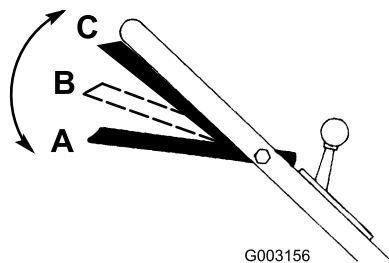

Figura 14
1. La barra de control de la cuchilla debe estar en la posición A (Figura 14).
2. Deslice la barra de control de la cuchilla a la derecha y elévela a la posición B para engranar la cuchilla (Figura 14).
3. Apriete la barra de control contra el manillar hasta que llegue a la posición C para avanzar (Figura 14).